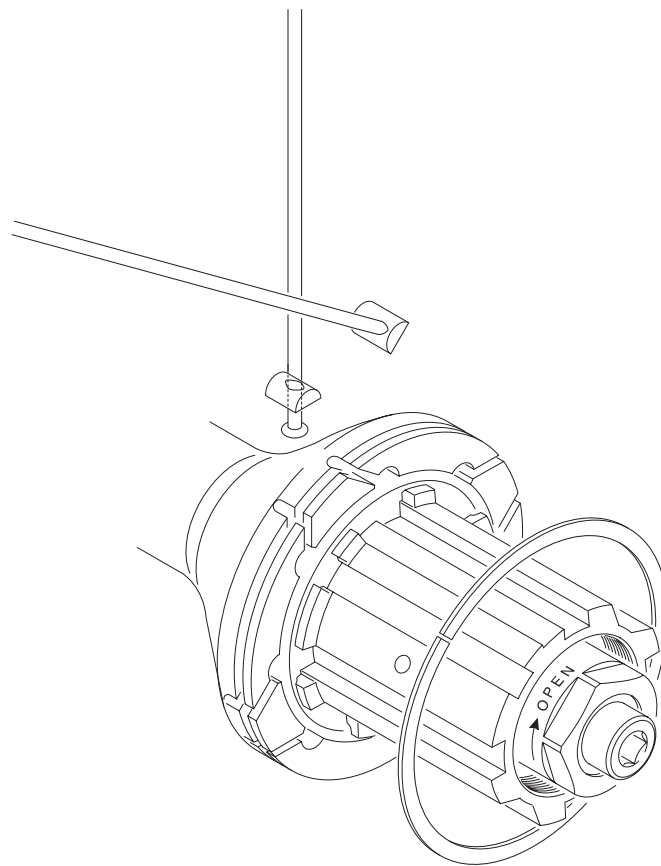

Fig. 37
- Inserite i barilotti nelle apposite sedi del mozzo tenendo il lato di maggior spessore orientato verso l'interno del mozzo (Fig. 37).
- Insert the barrels in their seats in the hub, with the thicker end towards the inside of the hub (Fig. 37).
- Die Speichenbrücken in die vorgesehenen Sitze auf der Nabe einführen wobei die stärkere Seite zur Nabe hin gehalten wird (Abb. 37).
- Introduisez les barillets dans les logements appropriés du moyeu en maintenant le côté de plus grosse épaisseur tourné vers l'intérieur du moyeu (Fig. 37).
- Introducir los barriletes en los correspondientes asientos del buje, con el lado de mayor espesor girado hacia el interior del buje (Fig. 37).
- Plaats de barrels in de uitsparingen van de naaf met het dikste einde tegenover de binnenkant van de naaf (fig. 37).